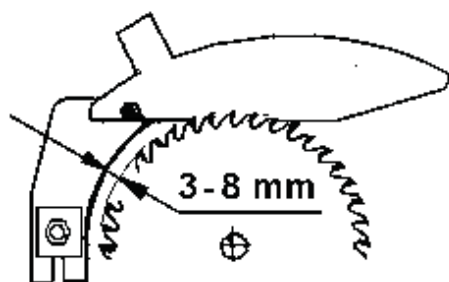

Рис. 20
- Открутите гайку (J) и фланец (I). Установите пильный диск на осевой блок. Зубья пильного диска должны быть направлены в сторону распила (вниз). Установите фланец и прочно затяните гайку. Вытащите стопорный штифт (K). Проверьте правильность регулировки расклинивающего ножа по отношению к пильному диску. Установите кожух пильного диска.
- Расклинивающий нож должен быть отрегулирован таким образом, чтобы по всей длине расстояние между ним и пилой было в пределах от 3-х до 8 мм (рис. 20)